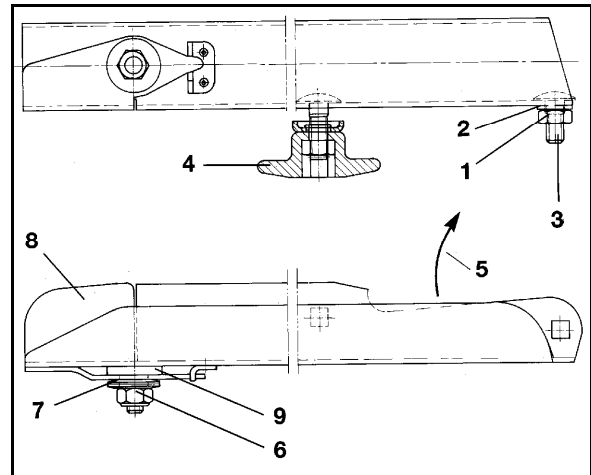

Рис. 51
1. Отвинтите самостопорящуюся гайку (Рис. 51/1).
2. Снимите подкладную шайбу (Рис. 51/2) и винт с полукруглой низкой головкой (Рис. 51/3).
3. Отвинтите барашковую гайку (Рис. 51/4) и замените распределяющую лопасть.
Самостопорящуюся гайку (Рис. 51/1) затяните так, чтобы распределяющая лопасть могла перемещаться рукой.
Следите за правильным монтажом распределяющих лопастей! Открытая сторона П-образной распределяющей лопасти указывает на направление вращения (Рис. 51/5).